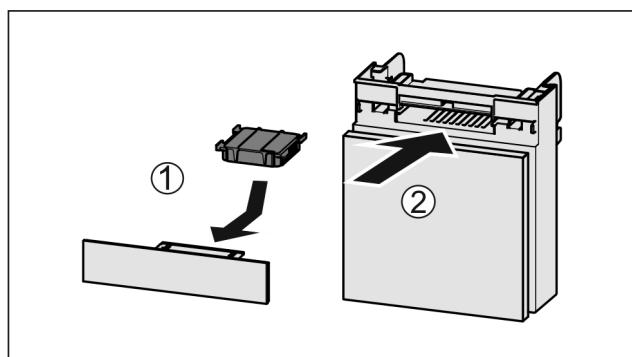

Fig. 84
- Introduceți Fig. 84 (1) filtrul de cărbune activ după cum se vede în figură.
- Împingeți Fig. 84 (2) compartimentul în interior.